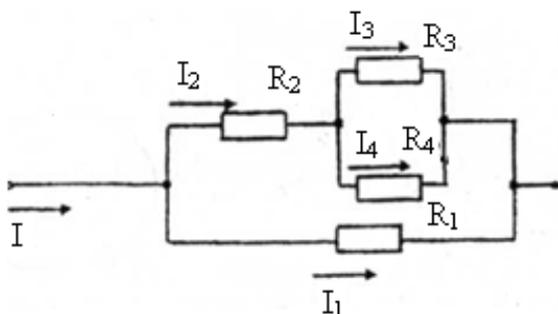

Рис. 4 - Схема электрической цепи постоянного тока со смешанным соединением резисторов
2. Разорвем ветвь с источником тока J . Токи, протекающие в цепи рис.4 называют вторыми частичными токами и обозначают с двумя штрихами.